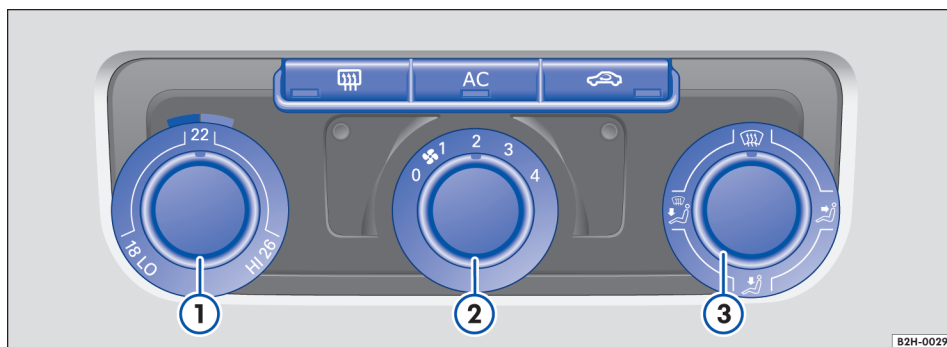

Fig. 89 No painel de instrumentos: elementos de comando do Climatic.
- **OU**: girar o regulador central → Fig. 89 ② no nível 0.
Sistema de ventilação e aquecimento ou Climatic: com o regulador esquerdo → Fig. 89 ①, regular a temperatura.
Com os botões , , ou com o regulador direito → Fig. 89 ③, é regulada a distribuição de ar:
Climatic: se o regulador de ventilação estiver na posição → Fig. 89 ③, não é possível o modo de recirculação de ar.